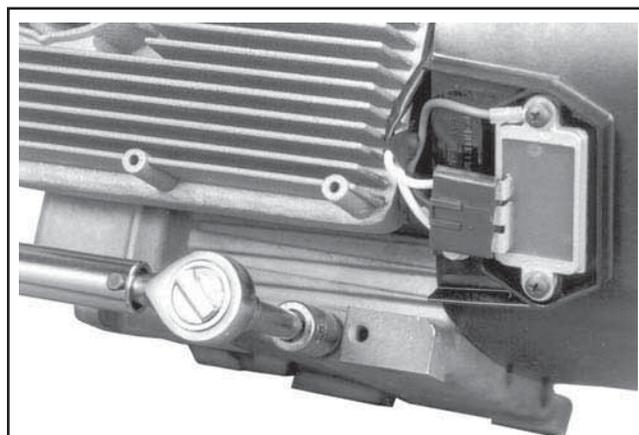

Figure 11-103. Remonter et serrer les deux bouchons de vidange de l'huile.
4. Monter les bouchons de vidange de l'huile. Voir la Figure 11-103. Serrer les bouchons à 13,6 N·m (10 pieds lb).